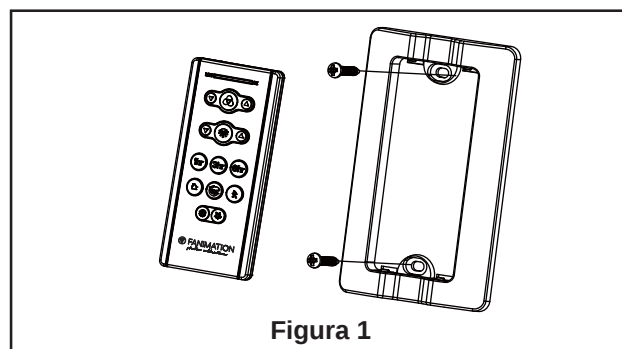

Figura 1
- ☐ 1. **Instalación de la placa de la pared:** (Figura 1)